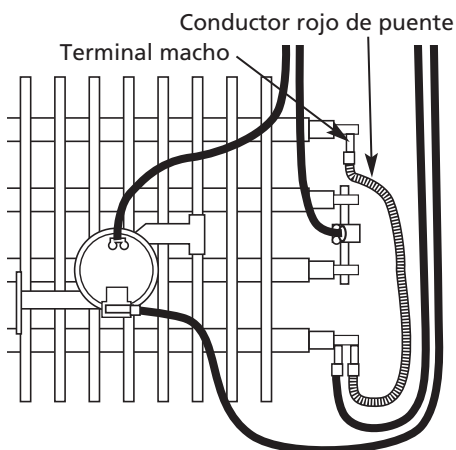

Figura 6 – Conversión del Calentador a Medio Vataje
1. Retire el conductor rojo de puente según se muestra en la Figura 6 y deséchelo.